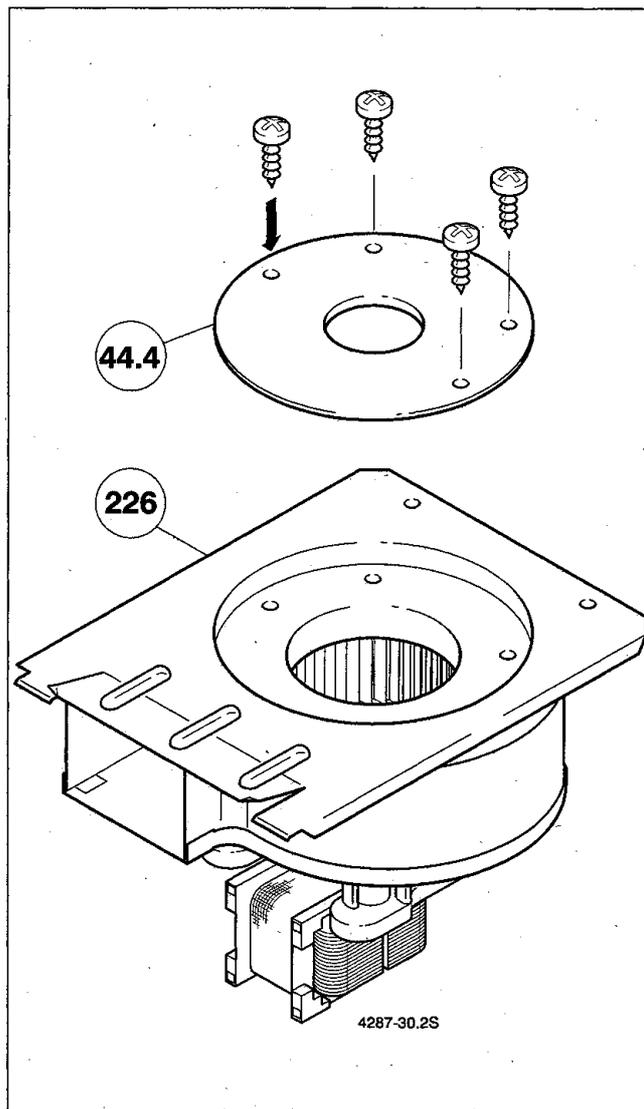

Bild 35
- Drosselblende (44.4) mit Kennzahl „63“ auswählen und an der Saugseite des Abgasventilators (226) montieren (Bild 35).